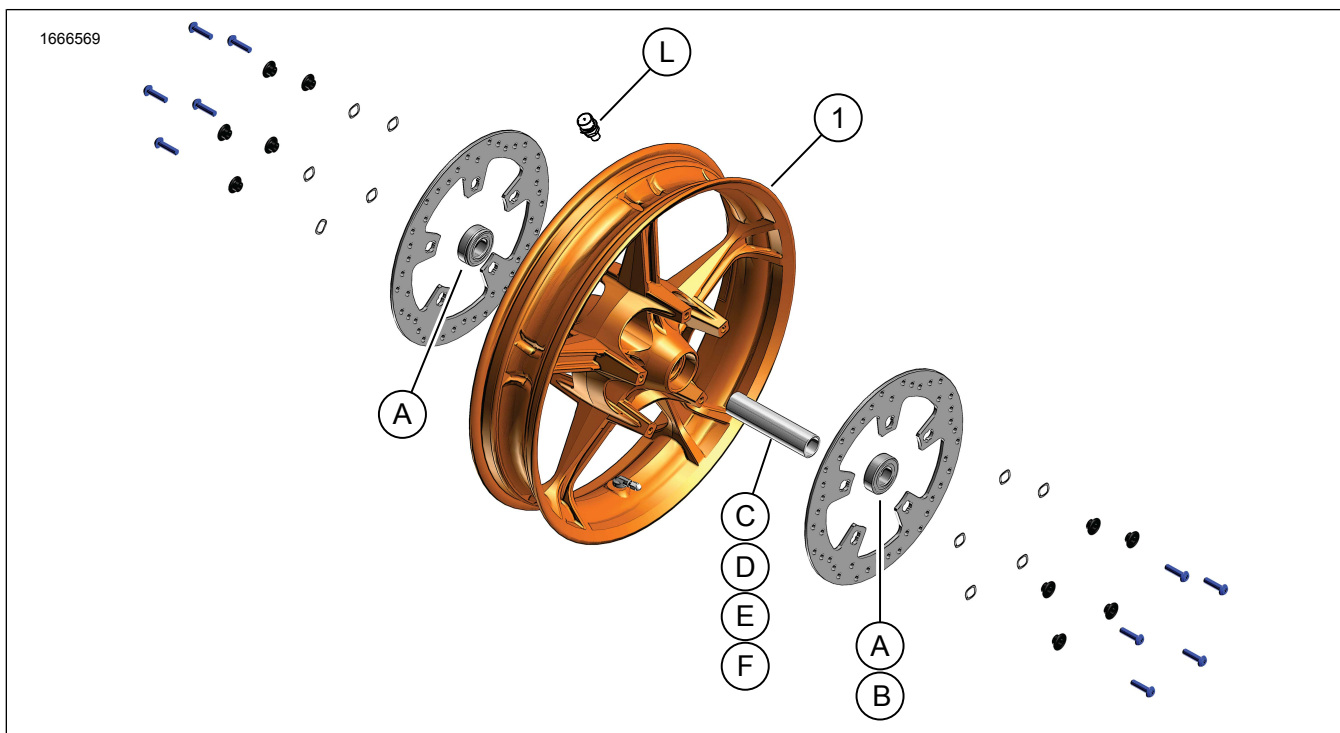

Figura 1. Parti di ricambio: Ruota anteriore
1. Vedere la figura 1. Montare lo stelo della valvola (N) sulla ruota. Vedere il manuale di manutenzione.